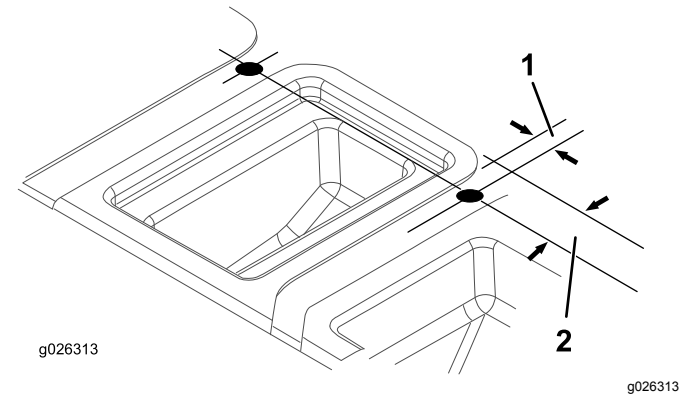

Figura 10
- Servendovi delle dimensioni illustrate in **Figura 10**, individuate, contrassegnate e praticate 2 fori nella parte superiore della copertura del sedile.